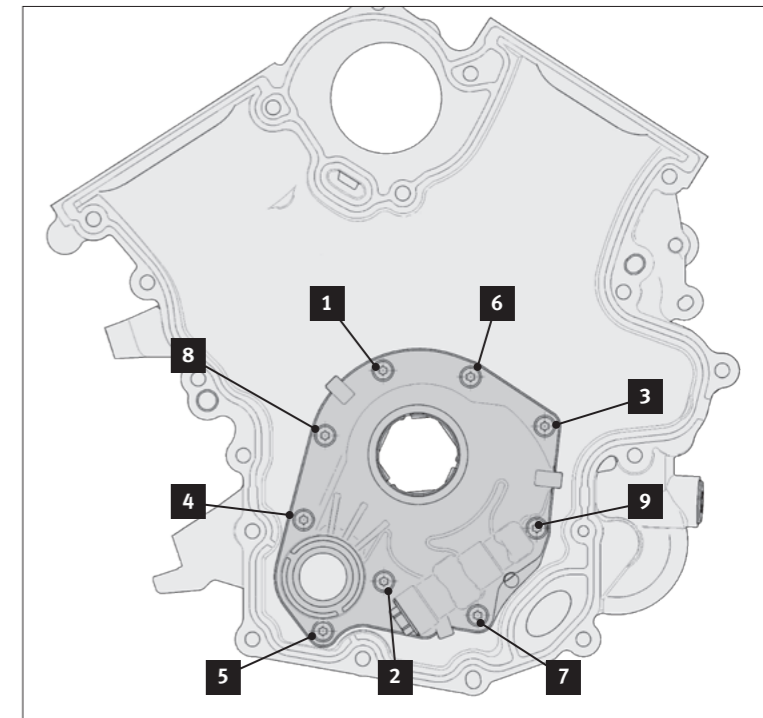

Abb. 2/ Fig. 2/ Puc. 2/ 图2
- Position the pump cover (2).
- Tighten the bolts (1) according to the specifications (Fig. 2). Always observe the sequence [1] → [9] when tightening the bolts. Tightening torque: 10 ± 1 Nm
- Mettre le couvercle de pompe (2) en place.
- Serrer les vis (1) suivant la consigne (Fig. 2). Pour le serrage des vis, respecter absolument l'ordre de succession [1] → [9]. Couple de serrage : 10 ± 1 Nm